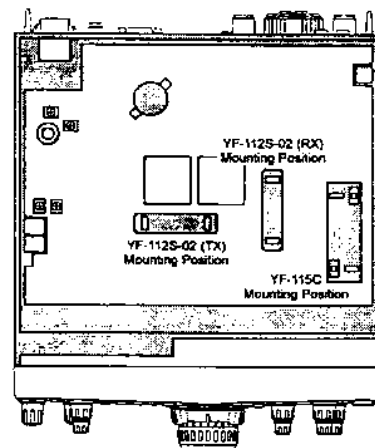

Abbildung 2
- ② Machen Sie anhand von Abbildung 2 die Einbaustellen für das CW-Filter (YF-115C) bzw. das SSB-Filter (YF-112S-02) auf der MAIN-Einheit ausfindig.
- ③ Drücken Sie die optionale Filterplatine auf die Pins entsprechend der zugewiesenen Einbaustelle im Funkgerät. Drücken Sie vorsichtig die Platine hinunter, bis sie fest im Anschlußstück sitzt.
- ④ Setzen Sie den unteren Gehäuseteil des Transceivers wieder ein.
- ⑤ Schalten Sie den Transceiver ein, und gehen Sie in den Menümodus. Ändern Sie gemäß Seite 88 die Einstellung von Menüpunkt 33 auf "ON", wenn Sie das CW-Filter YF-115C installiert haben,